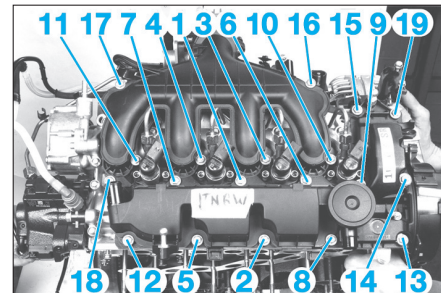

Fig. 60
- le collecteur d'admission avec des joints neufs et serrer les vis dans l'ordre (Fig.60) et au couple prescrit.